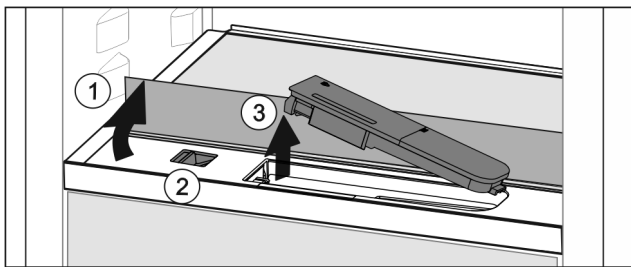

Fig. 57
- ▶ Sollevare il ripiano di vetro e ribaltarlo all'indietro fino all'arresto Fig. 57 (1).
- ▶ Spostare il cursore Fig. 57 (2) a sinistra.
- ▶ Rimuovere il serbatoio dell'acqua Fig. 57 (3).